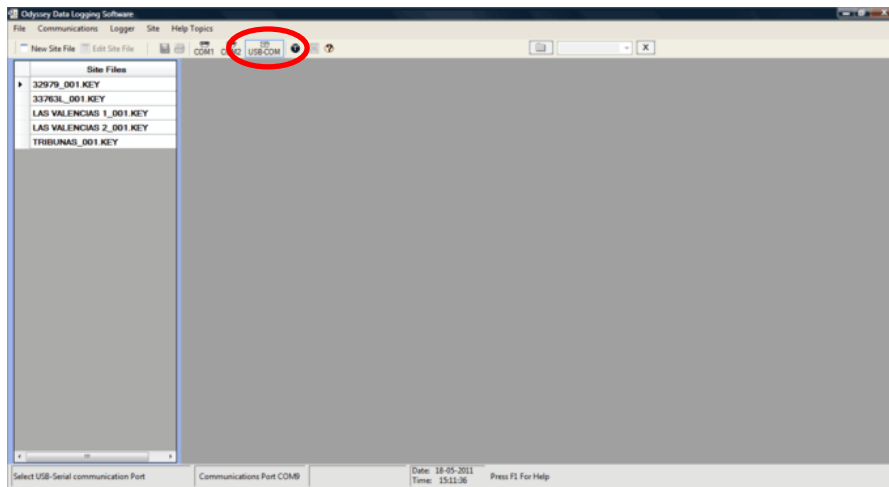

Figura 7. Selección del puerto de comunicación USB
5.2 Se selecciona el puerto de comunicación USB-COM. Ver figura 7.